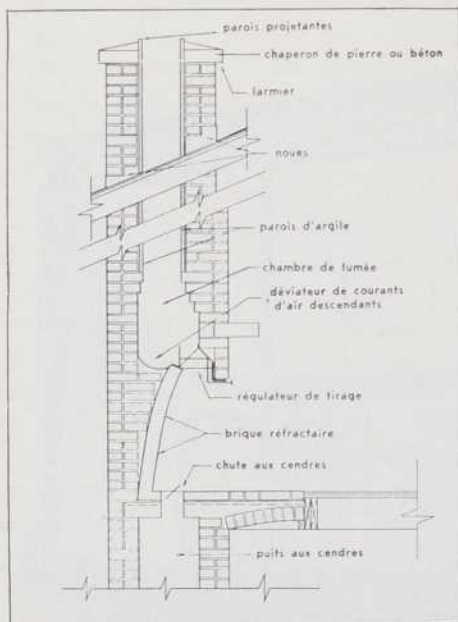

Fig. 1. Coupe verticale d'un foyer et d'une cheminée conventionnels illustrant chacune des parties.
Le lotissement urbain est grandement facilité par l'aménagement de maisons en bande continue et il est certainement moins coûteux. L'exemple de l'aménagement de Labrieville (fig. 1) nous démontre bien comment il est agréable d'aménager des maisons en bande continue et de les situer sur un parc. Plusieurs exemples d'aménagements divers pourraient être cités: bandes de maisons placées à angle droit avec la rue et ouvrant en façade sur un parc (on en voit quelques-unes du genre à Montréal), bandes de 6 à 12 unités d'habitations placées à angles différents et suivant les courbes des rues, maisons groupées autour d'un parc, en carrés de quatre logements avec parc commun et stationnement créant une zone tampon entre ce parc et la rue (voir fig. 2, 3 et 4). Un urbaniste trouvera des douzaines de solutions pour l'aménagement économique et esthétique de maisons en bande continue.
Fig. 1. Labrieville, ville de l'Hydro-Québec bâtie sur la Bersimis. On a prévu la construction de 136 logements pouvant abriter de 500 à 600 personnes. La majorité des maisons sont en bande continue et ouvrent sur des jardins. Une standardisation très poussée a permis de réaliser de grandes économies dans la construction. (Fiset et Deschamps, architectes)
**L'âtre.** C'est la surface sur laquelle repose le brasier et qui s'étend du contre-cœur jusqu'à la limite extérieure de l'avant-foyer. L'avant-foyer est la partie qui se prolonge dans la pièce et qui protège le parquet et les tapis. Il peut être supporté par une arche de brique ou soutenu en porte-à-faux par la construction de la cheminée. La figure 1 nous fournit un exemple commun de la méthode en porte-à-faux. Il y a aussi moyen de surélever l'âtre de façon à ce que la partie en porte-à-faux soit complètement libre du plancher environnant.